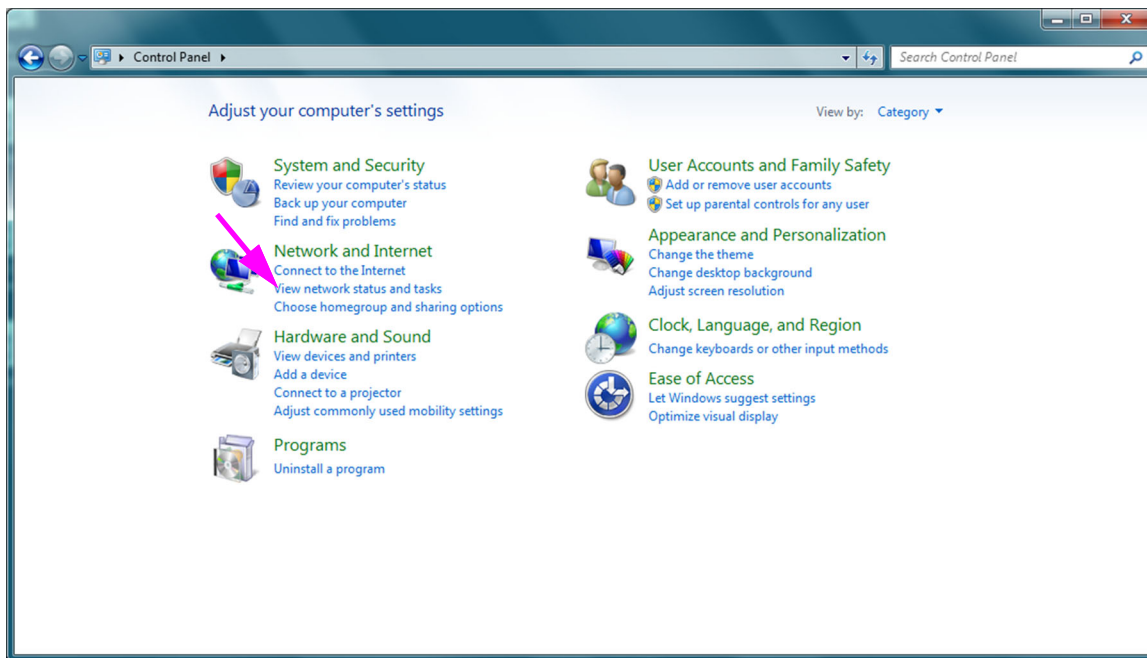

Figura 2-37. Janela All Control Panel Items (Todos os Itens do Painel de Controlo) - Vista por categoria
3. Seleccione **Control Panel (Painel de controlo)**. Se a vista estiver definida para **Category (Categoria)**, é apresentado um ecrã semelhante ao da figura 2-37.